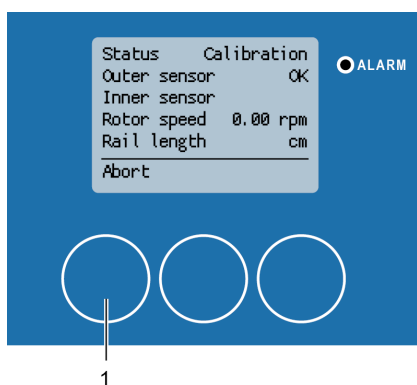
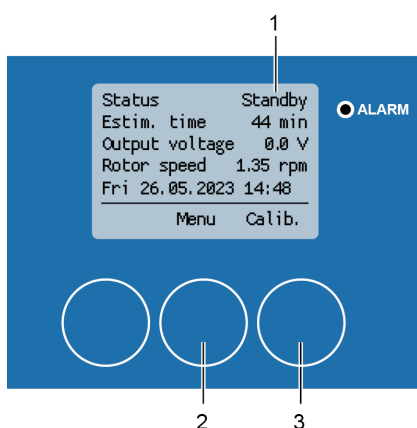

Figura 118: Cancelar la calibración
Figura 119: Calibración cancelada
1. Pulse [Cancelar] (Figura 118/1) para cancelar la calibración. El proceso de calibración se detendrá y la pantalla de estado muestra «En espera» (Figura 119/1).
2. Pulse [Menú] (Figura 119/2) para abrir el menú «1 Menú principal» o [Calibración]. (Figura 119/3) para reiniciar la calibración.
La calibración puede cancelarse en cualquier momento durante el proceso. Si la calibración se reinicia mediante la opción [Calibrar] (Figura 119/3), el carro de limpieza vuelve primero a su posición inicial. Entonces la calibración comienza de nuevo. Es obligatorio realizar la calibración o, de lo contrario, no aparecerá ninguna pantalla que permita acceder a la limpieza y esta no podrá iniciarse de ninguna forma.